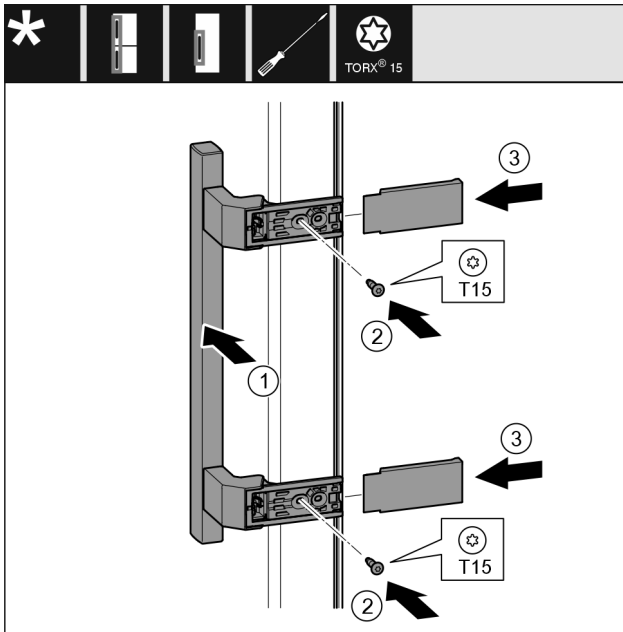

Fig. 35
- ▶ Helyezze fel a fogantyút Fig. 35 (1) a másik oldalra.
- ▶ Húzza meg a csavarokat Fig. 35 (2) csavarhúzóval.
- ▶ Helyezze fel a fedelet Fig. 35 (3) oldalra, és tolja fel őket.